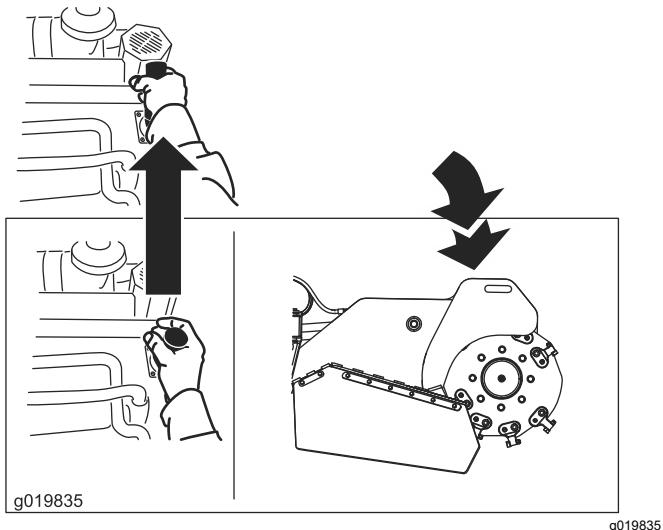

Figura 14
- Per abbassare il fresa ceppi, spingete in avanti la leva (Figura 14).